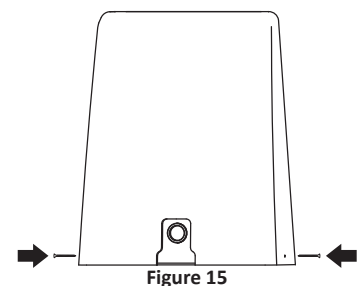

Figure 15
- 9.3. Visser en place les 2 vis blanches fournies en bas de chaque côté du couvercle. (Fig. 15)
- 9.3. Screw in place the 2 white screws provided on each side of the bottom cover. (Fig. 15)